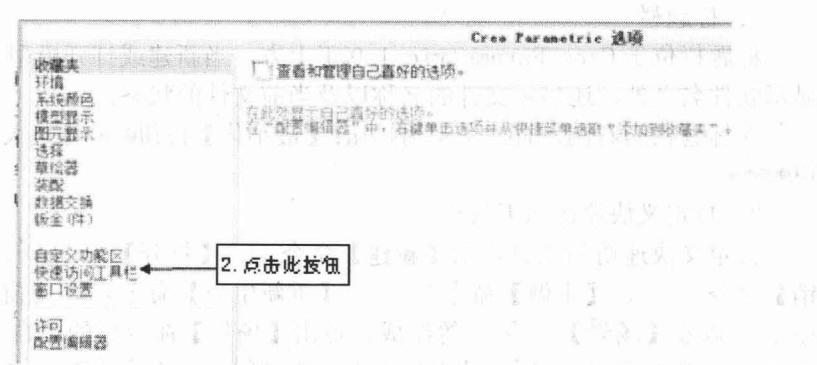

图 1-5 Creo Parametric 对话框
(2) 点击列表中的【选项】按钮，弹出如图 1-5 所示的【Creo Parametric 选项】对话框。